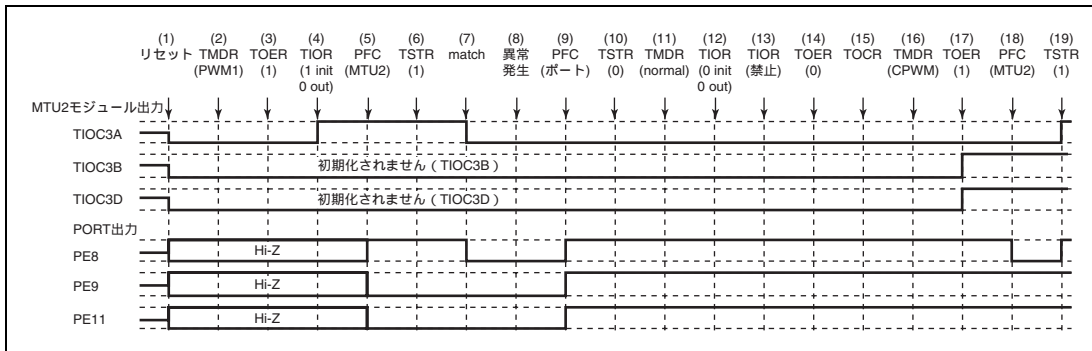

図 10.147 PWM モード 1 で異常が発生し、相補 PWM モードで復帰する場合
PWM モード 1 で異常が発生し、再設定後相補 PWM モードで再スタートする場合の説明図を図 10.147 に示します。
(1) ~ (14) は図 10.147 と共通です。
(15) TOCR でリセット同期 PWM の出力レベルと周期出力の許可禁止を選択してください。
(16) リセット同期 PWM を設定します。
(17) TOER でチャンネル 3、4 の出力を許可してください。
(18) PFC で MTU2 出力としてください。
(19) TSTR で再スタートします。